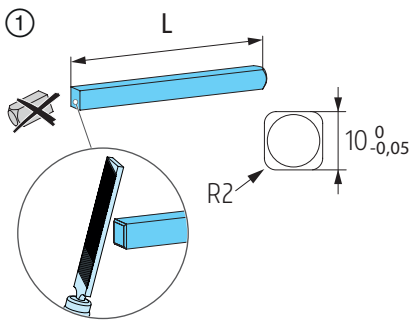

Abb. 38
- ① Vierkant ablängen und anfasen; **Abb. 38**.